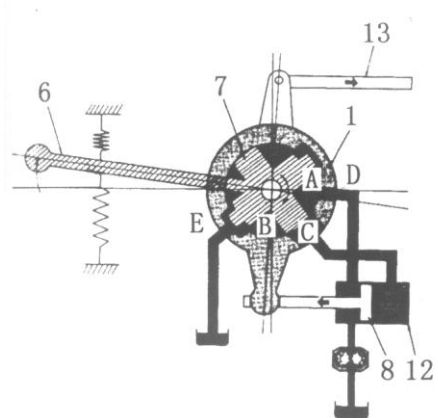

Рис. 5-67.
При подъеме рычага управления (6) сердцевина клапана (7) поворачивается по часовой стрелке (см. рис. 5-67). При этом открывается канал между точками А и С. Напор масла подается на днище цилиндра (12), приводя в движение поршень (8) и втулку (1) по часовой стрелке, и тяга (13) смещает вал клапана изменения направления на определенное расстояние и останавливается. При продолжении нажатия рычага (6) движение продолжается.